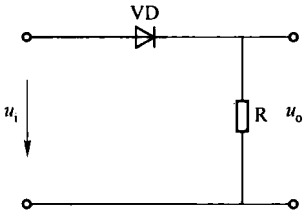

图 1-1-14 思考与练习的图
- (1) 怎样用万用表区分三极管是 PNP 型还是 NPN 型?
- (2) 电路如图 1-1-14 所示。设输入信号 $u_i = U_m \sin \omega t$, 试画出输出波形 u_o 。